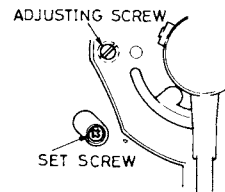

Fig. 5
- a. Remove the platter. Back off the sensor assembly securing screw 1/2-3/4 turns. (Fig. 5)
- a. Déposer le plateau. Desserrer la vis de fixation du bloc détecteur de 1/2 à 3/4 de tour (Fig. 5).